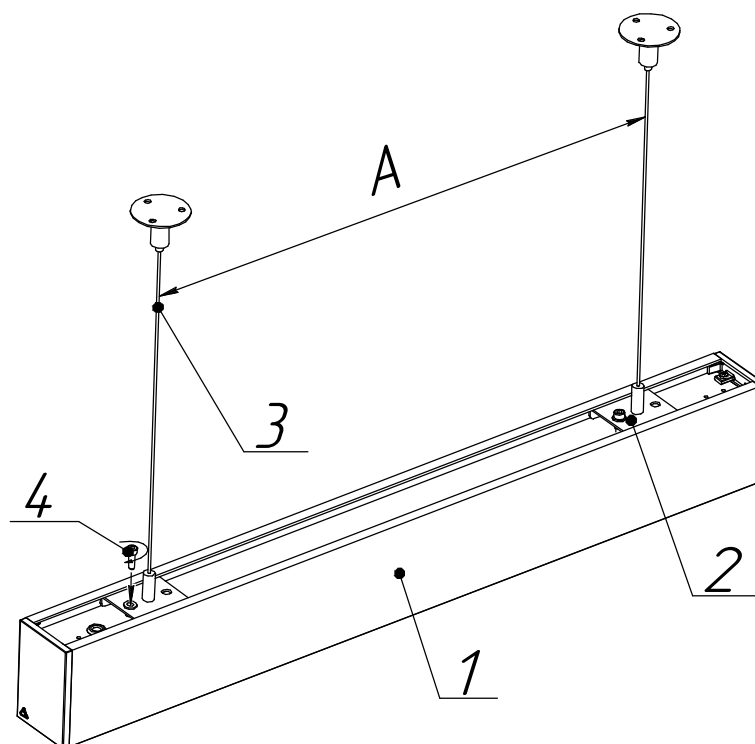

Рисунок 3 - Схема подвеса светильника:
5.4. Установка светильника на тросовый подвес (заказываются дополнительно) (см. рисунок 3):
5.5.7. Тросовый подвес монтируется аналогично (рис. 3).